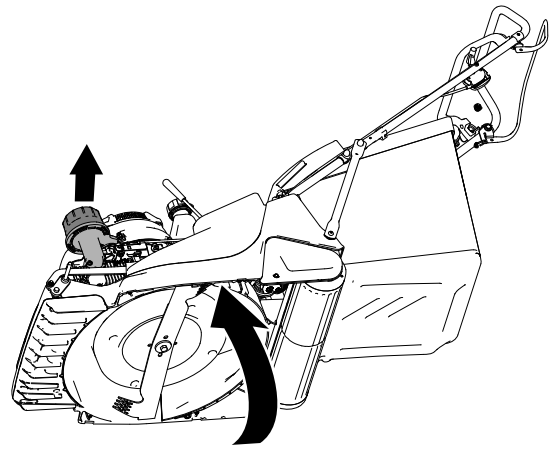

Figura 6
1. Coloque la máquina de lado con el filtro de aire o la palanca de altura de corte hacia arriba (Figura 6).